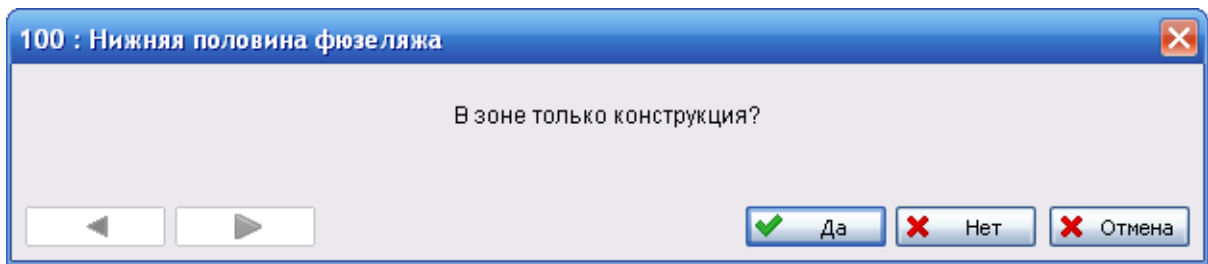

Рис. 3-76
1. На первом шаге алгоритма необходимо определить зоны, в которых находится только конструкция (рис. 3-76).
3. При ответе «Нет» на первый вопрос (рис. 3-76, стр. 97) предлагается оценить наличие в зоне электропроводки (рис. 3-81).